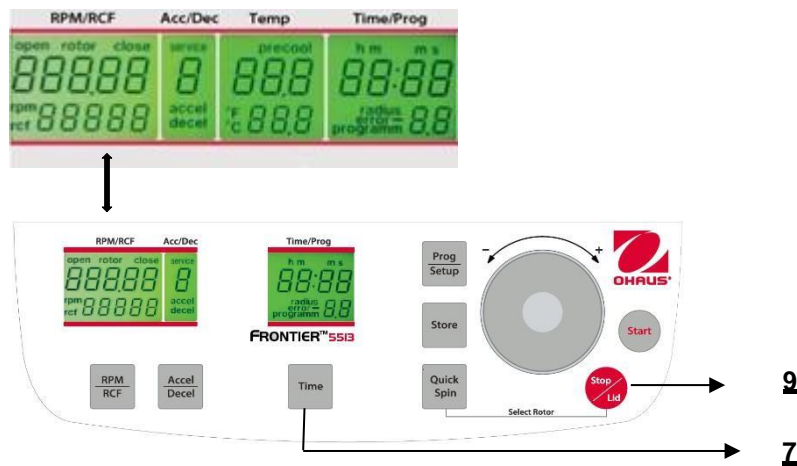

Figura. 28
Mentre la centrifuga è disconnessa, premere simultaneamente i tasti "Time"(7) e "Stop/Lid" (9) e connettere l'interruttore principale della centrifuga. Adesso, rilasciare entrambi i tasti e - per effetto di ciò - è eseguita una prova del display per circa 5 secondi. Tutti gli indicatori appariranno allo stesso tempo (Vedere figura 28).